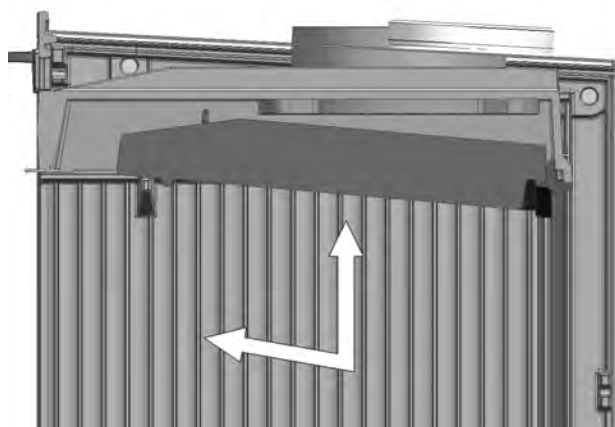

Fig. 1
1. A – Glisser le déflecteur vers le devant et le haut jusqu'à sortir les axes des côtés des logements du propre déflecteur (Fig.1 , 2)